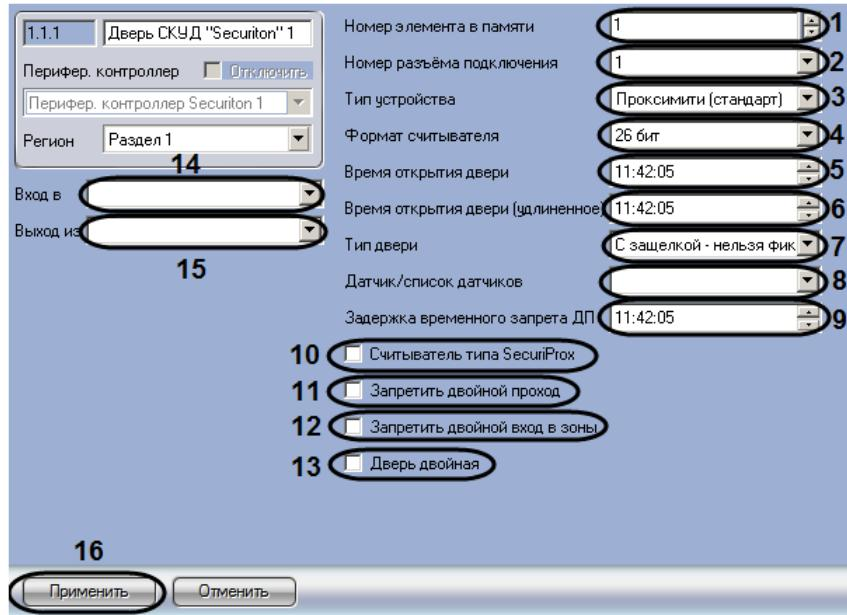

Рис. 3.4—14 Настройка двери Securiton
- В поле **Номер элемента в памяти** ввести с помощью кнопок **вверх-вниз** уникальный среди объектов данного типа номер двери (см. Рис. 3.4—14, 1).
- Из раскрывающегося списка **Номер разъёма подключения** выбрать номер двери в устройстве (см. Рис. 3.4—14, 2).